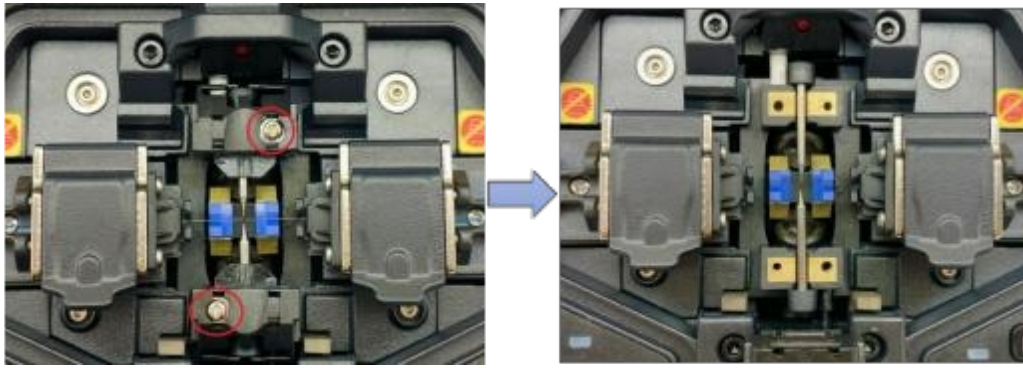

Abbildung 4.20 Entfernen Sie die Elektrodenabdeckung
- (1) Rufen Sie das Wartungsmenü auf, wählen Sie „ARC“ und anschliessend „Elektrode austauschen“ – daraufhin schaltet sich der Fusionsspleisser aus.
- (2) Lösen Sie die Stellschrauben der Elektrodenabdeckung und entfernen Sie die Elektrodenabdeckung, wie in Abbildung 4.20 dargestellt.
- (3) Entfernen Sie die alte Elektrode aus dem Elektrodenhalter.
- (4) Setzen Sie die neuen Elektroden in die ursprüngliche Position ein. Schliessen Sie die Elektrodenabdeckung und ziehen Sie die Schrauben fest.
- (5) Schalten Sie das Gerät ein. Führen Sie eine Elektrodenstabilisierung durch.
- (6) Führen Sie nach dem Austausch der Elektrode bitte eine automatische Lichtbogenkalibrierung durch.